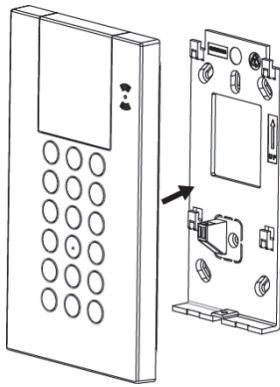

Figure 4
5. Fixez le clavier au support de montage (voir Figure 4).